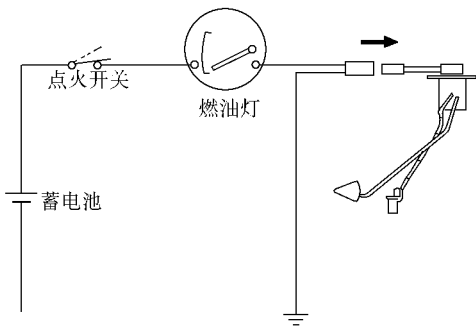

图 18-112 检查燃油表的指针是否指在空的位置
1) 从燃油表传感器脱开接插件，将点火开关置于 ON 位置，检查燃油表的指针是否指在空 (EMPTY) 的位置。如图 18-112 所示。